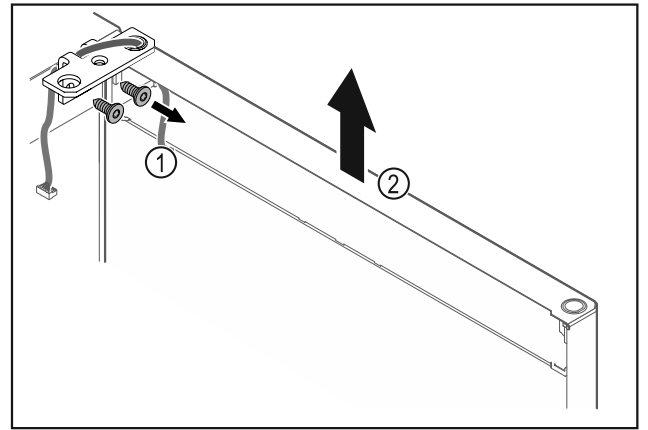

Fig. 19
- Lironi vidat e profilin të menteshës Fig. 19 (1).
- Ngrini drejt lart derën së bashku me profilin e menteshës Fig. 19 (2) rreth 200 mm dhe hiqni.